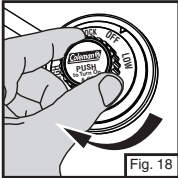

Fig. 18
- Apague la válvula del regulador. (Fig. 18)